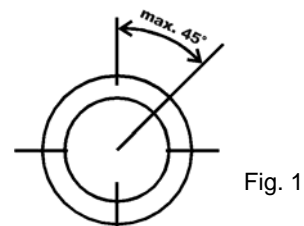

Fig. 1
- ⇒ Ne montez les commutateurs qu'en position verticale, écart 45° max. (Fig. 1).